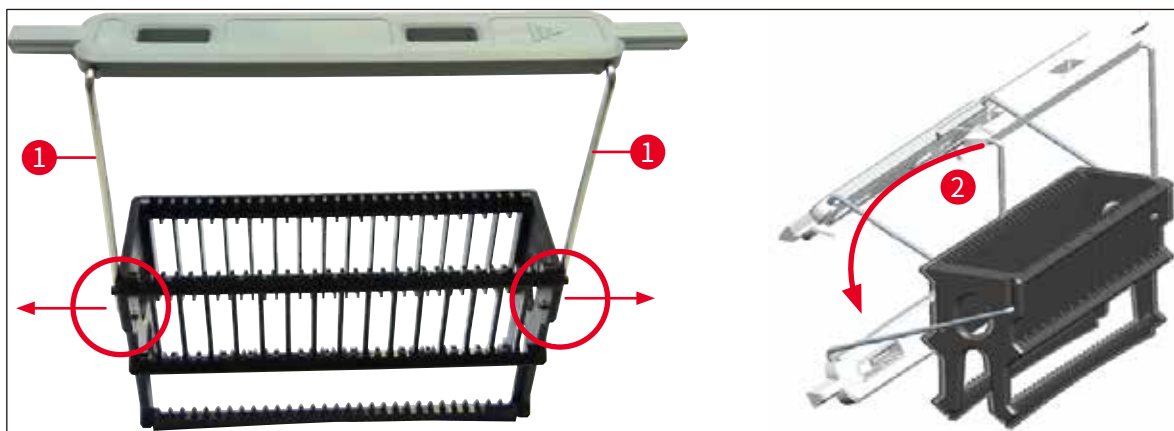

图 69
- 确保将手柄正确定位到上部位置，在玻片架上方居中 (→ 图 69)。